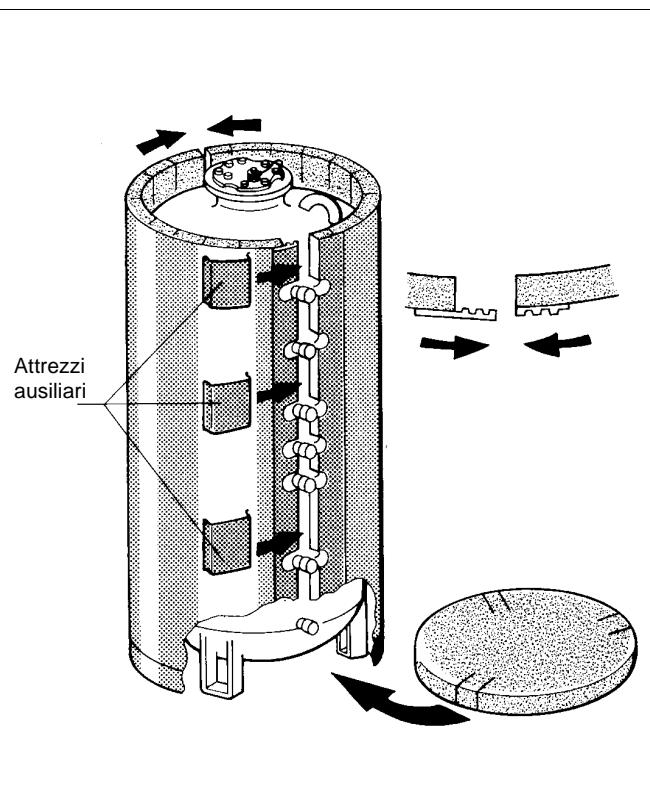

Fig. 7
- Piazzare il disco termoisolante con gli intagli, sul pavimento, nell'ambito dei piedi dell'accumulatore, vedi fig. 7.
Chiudere per prima la lista di chiusura alle tubazioni di collegamento e bloccarla con gli attrezzi ausiliari (profilati a U - vedi fig. 7).
- Disporre il materassino termoisolante forato attorno al corpo dell'accumulatore, in modo che i fori coincidano con gli attacchi (fig. 7).
- Mettere i disco termoisolante sul coperchio passamano, in modo che coincida con il materassino termoisolante fig. 7.